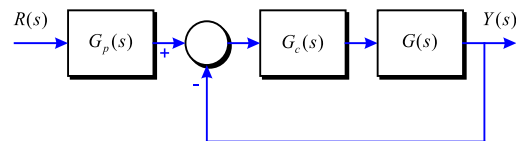

Figura 3-47
**Problema 107** Considereu el sistema de control de temperatura de la Figura 3-47.